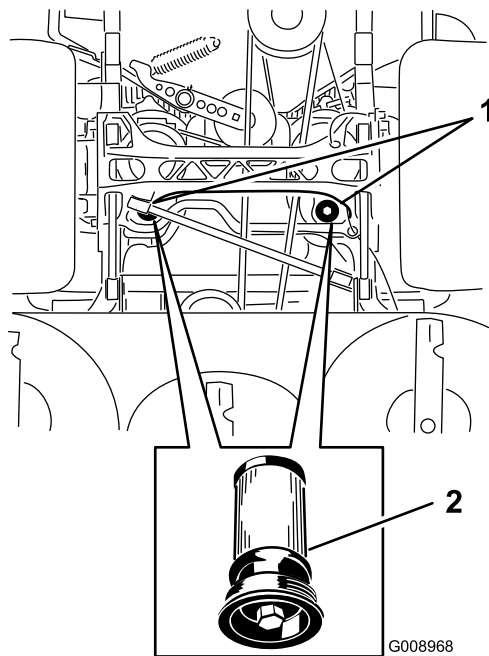

Bild 84
5. Stellen Sie eine Auffangwanne unter den Filter, bauen Sie den alten Filter aus und wischen Sie die Dichtungsfläche des Filterstutzens sauber (Bild 84).
6. Ölen Sie die Gummidichtung am Ersatzfilter leicht mit Hydrauliköl ein (Bild 84).